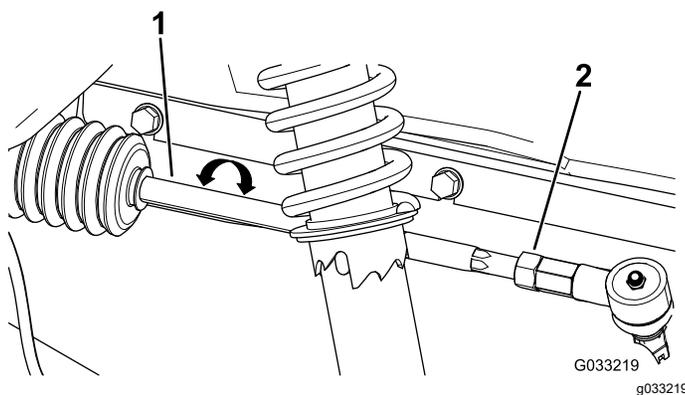

Рисунок 55
2. Если измеренное значение выходит за пределы 0–6 мм, ослабьте контргайки с обоих концов тяг (Рисунок 55).